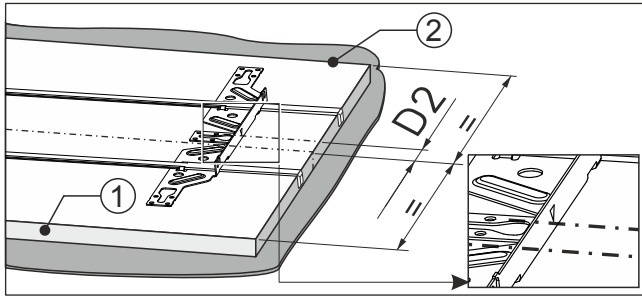

Fig. 97
- La marcatura della traversa di fissaggio coincide con la marcatura Fig. 97 (D2).